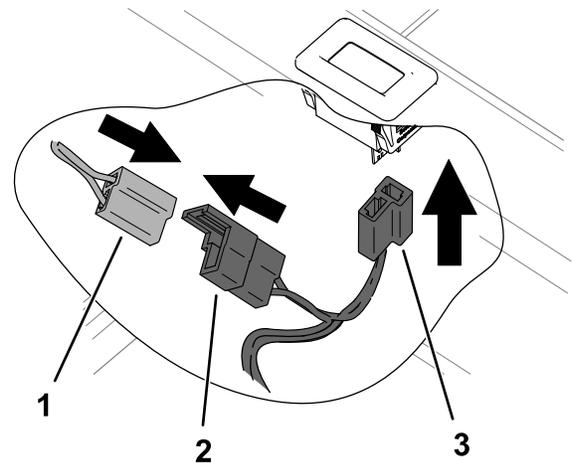

Figura 9
3. Conecte el conector de salida del horímetro del arnés de cables del kit al conector del horímetro del arnés de cables de la máquina (Figura 9).